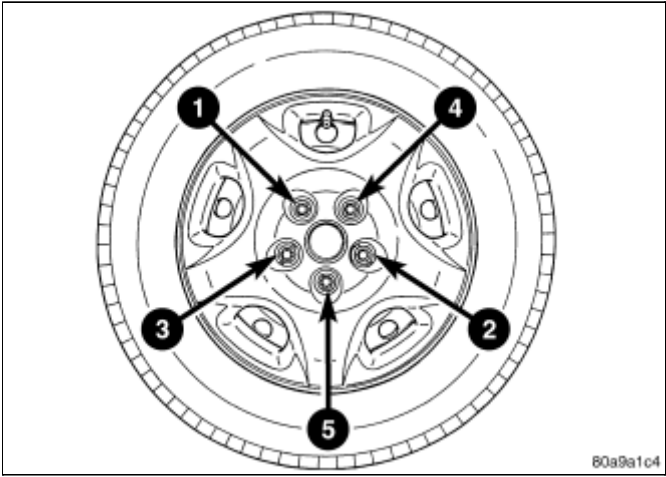

图 3 螺母紧固顺序
3. 按照恰当的顺序, 逐渐紧固所有的五个车轮安装螺母(图 3)。 紧固车轮螺母至扭矩135 N·m (100 ft. lbs.)。